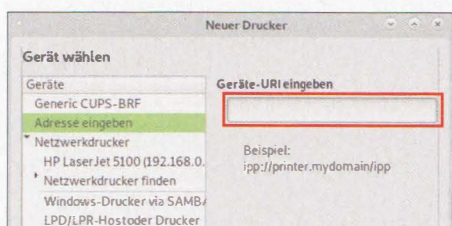

Bild 19: HP-Drucker anhand der eingegebenen Adresse finden
- *Netzwerkdrucker* anklicken; der HP-Drucker wird anschließend schon unterhalb angezeigt, Bild 19.